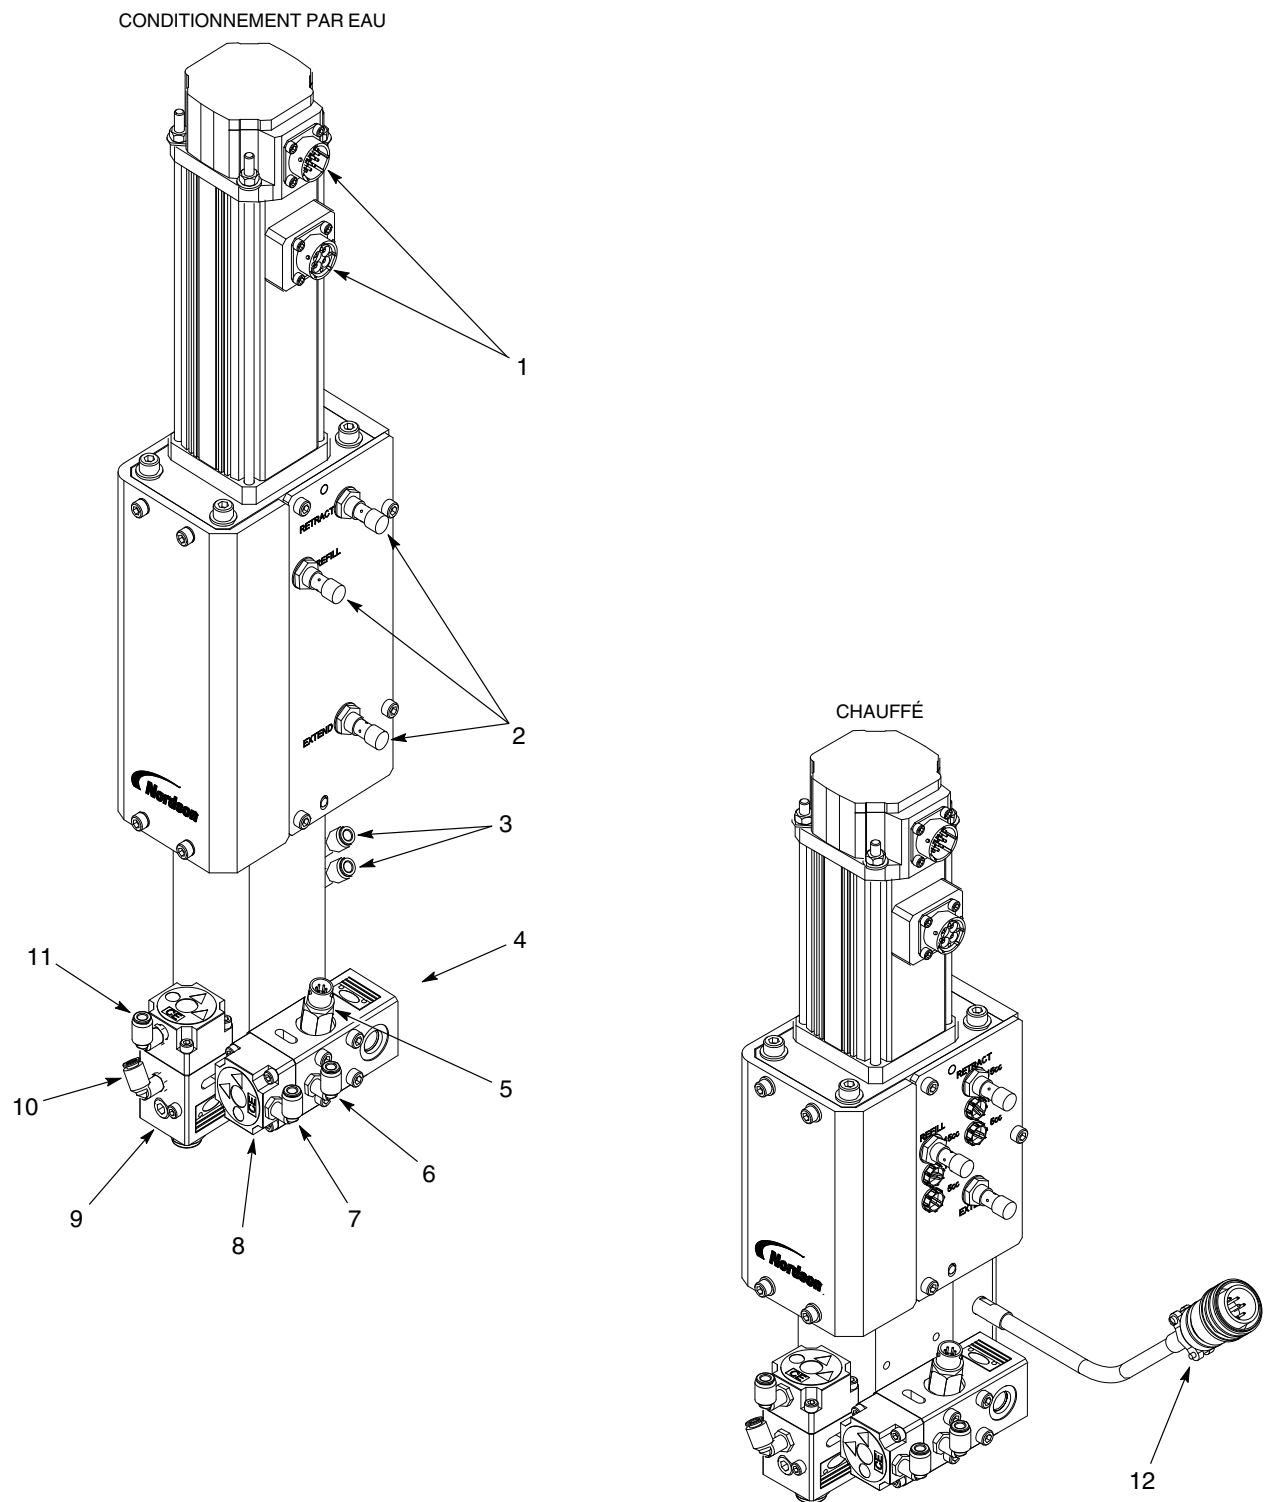

Figure 7 Branchements types
1. Voir la figure 7. Raccorder les câbles du contrôleur aux connecteurs (1).
2. Raccorder les câbles du contrôleur aux détecteurs de proximité (2).
3. Raccorder le câble du capteur de pression au capteur de pression (5).
4. **VERSIONS CHAUFFÉES SEULEMENT :** Raccorder le jeu de cordons (12) au contrôleur.
1. Voir la figure 7. Raccorder une source d'air d'atelier propre d'au moins 60 psi (4,14 bar) à l'entrée d'un régulateur à filtre.
2. Raccorder le tuyau de matière en provenance du vide-fût Rhino au raccord d'entrée de matière (4).
3. Raccorder les conduites d'air en provenance la vanne de commande pneumatique au raccord d'ouverture du pistolet (10) et au raccord de fermeture du pistolet (11) sur la vanne de sortie (9).
4. Raccorder les conduites d'air en provenance la vanne de commande pneumatique au raccord d'ouverture du pistolet (6) et au raccord de fermeture du pistolet (7) sur la vanne d'entrée (8).
- b. Brancher les conduites d'eau en provenance de l'unité de conditionnement thermique aux raccords (3).